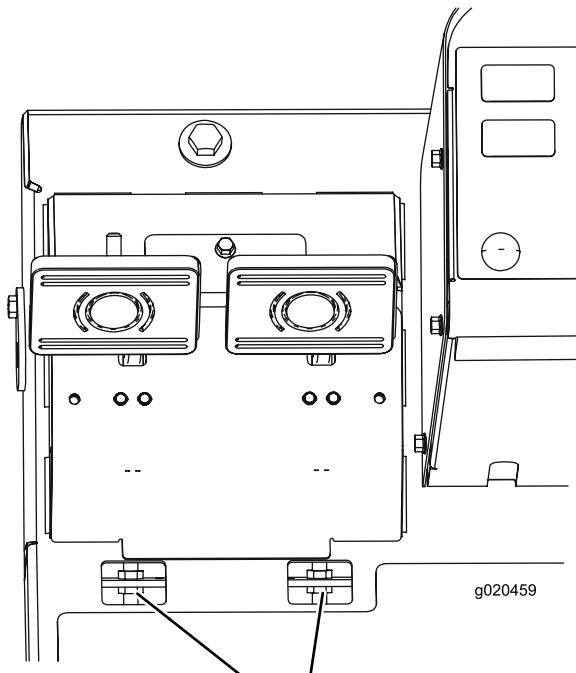

Figura 68
- B. Allentate il dado anteriore sull'estremità filettata del cavo del freno (Figura 68).